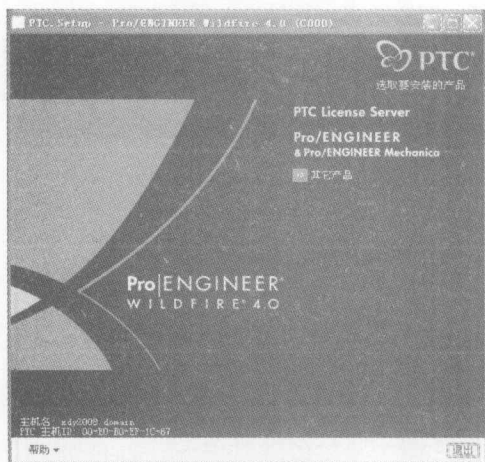

图 1-6 【选取要安装的产品】界面
STEP 4 选择【接受许可证协议的条款和条件】复选框, 接着单击[下一步>]按钮, 系统弹出【选取要安装的产品】界面, 如图 1-6 所示。